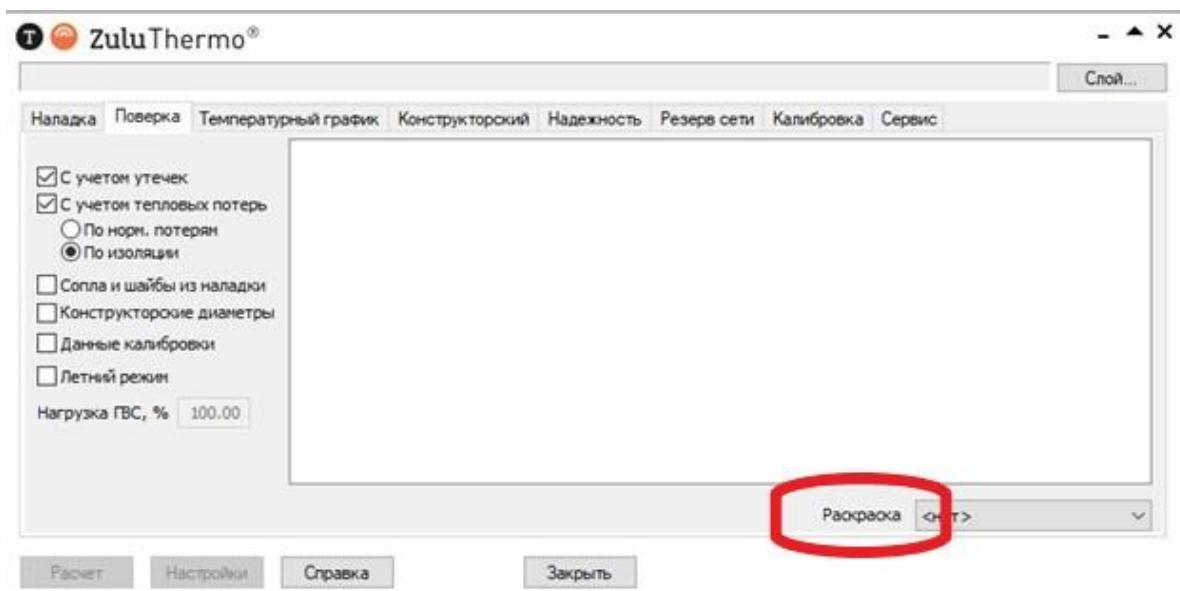

Рисунок 8
11. После этого во вкладке «Проверка» можно оценить по раскраске располагаемый напор, скорость, удельные потери и т.д. Рисунок 8.